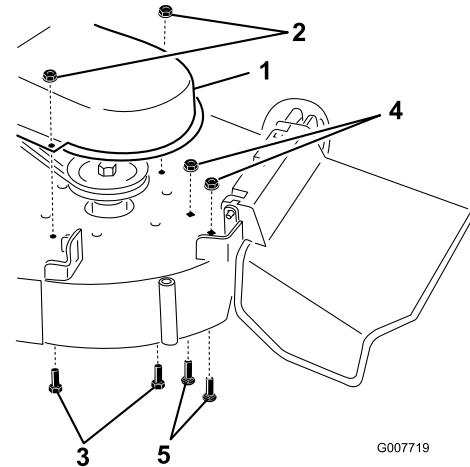

Bild 22
4. Entfernen Sie die in den Löchern eingesetzten Sicherungsmuttern, siehe Bild 22. Bewahren Sie alle Teile auf.